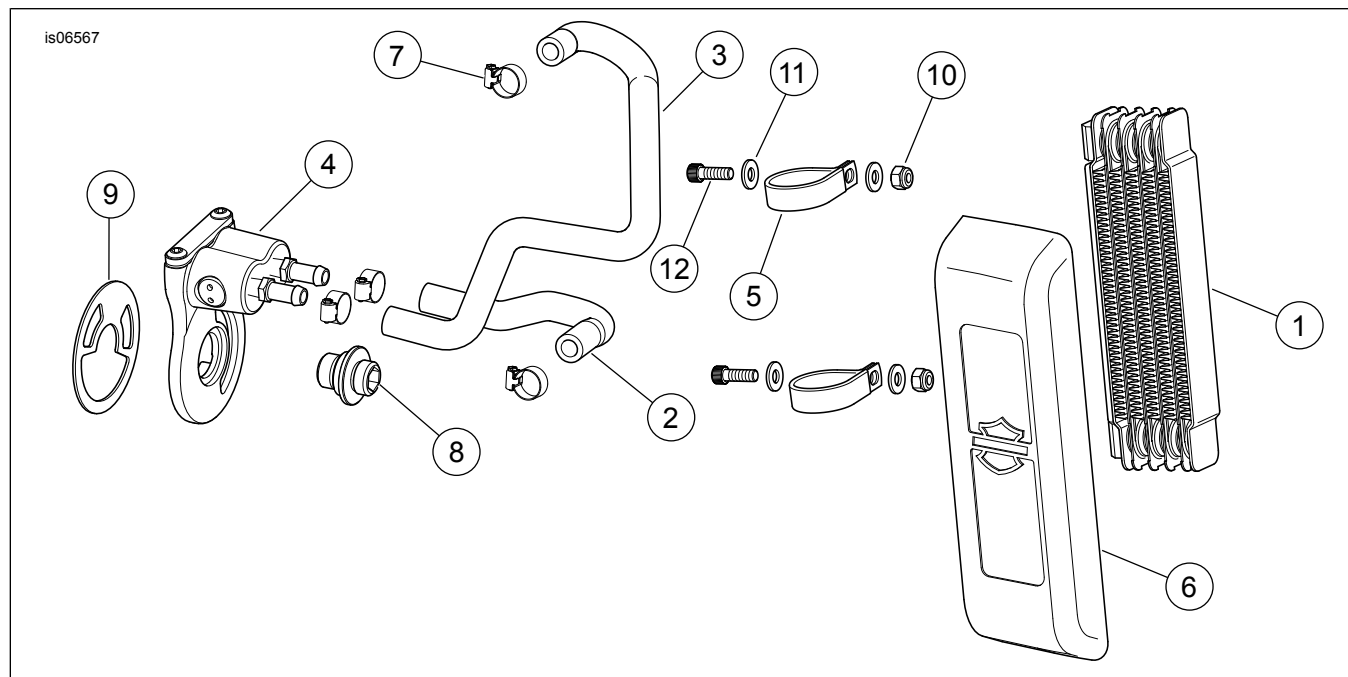

Figura 4. Peças de reposição: Resfriador de óleo Dyna
Veja Figura 4 e Tabela 1.
4. Veja Figura 4. Instale mangueira superior (3) no entalhe do resfriador de óleo. Aperte com abraçadeira da mangueira (7) a 0,9 N·m (8 in-lbs).
5. Instale a mangueira inferior (2) no entalhe inferior do resfriador de óleo. Aperte com abraçadeira da mangueira (7) a 0,9 N·m (8 in-lbs).